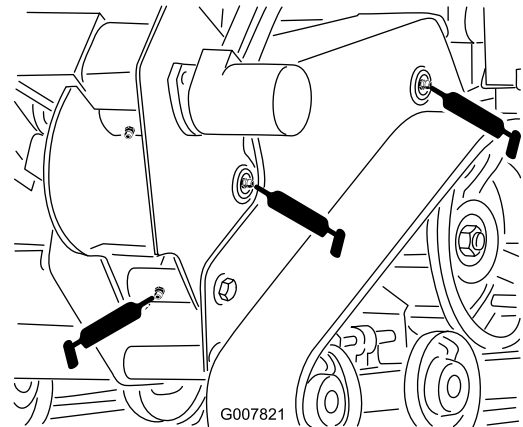

Figura 23
4. Conecte una pistola de engrasar a cada punto de engrase (Figura 23 a Figura 26).